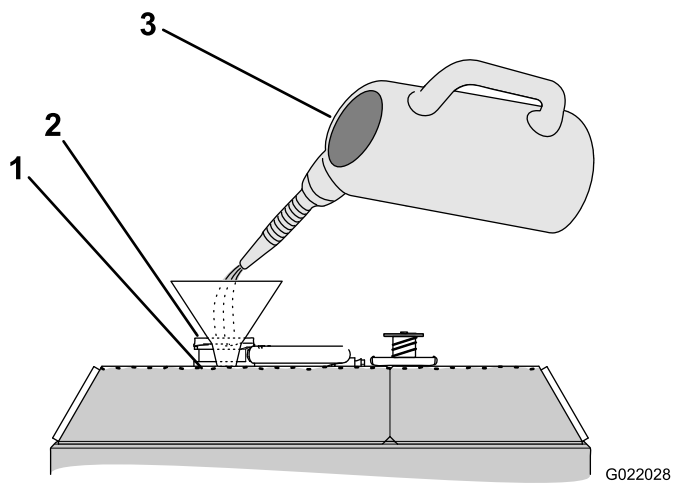

Figure 113
4. Remplissez le radiateur de liquide de refroidissement jusqu'à ce que le niveau atteigne le bas du goulot de remplissage (Figure 113).